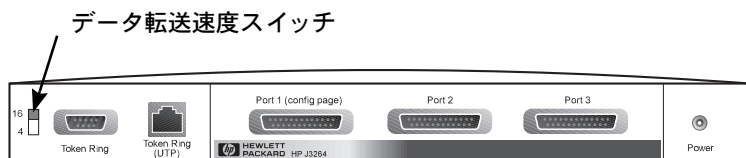

図 2-1 J3264A の Token Ring データ転送速度スイッチを 16 Mbit/秒に設定
3. Token Ring 用プリントサーバ (J3264A) の場合は、データ転送速度スイッチを適切な方に設定します (4 Mbit/秒または 16 Mbit/秒) (図 2.1)。設定はペンか似たようなもので、スイッチを上 (16 Mbit/秒) か下 (4 Mbit/秒) にスライドします。